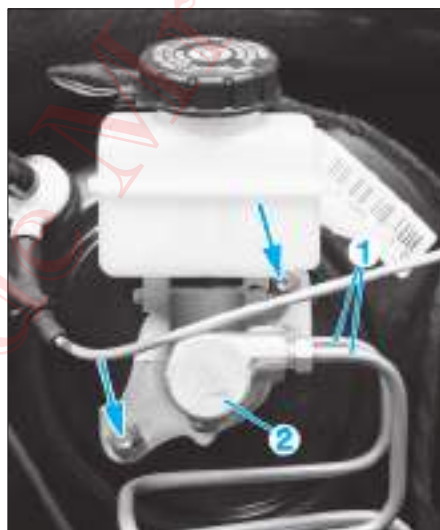

FIG. 21
- Débrancher les canalisations hydrauliques (1) du maître-cylindre après les avoir repérées (Fig.21).
- le maître-cylindre (2).